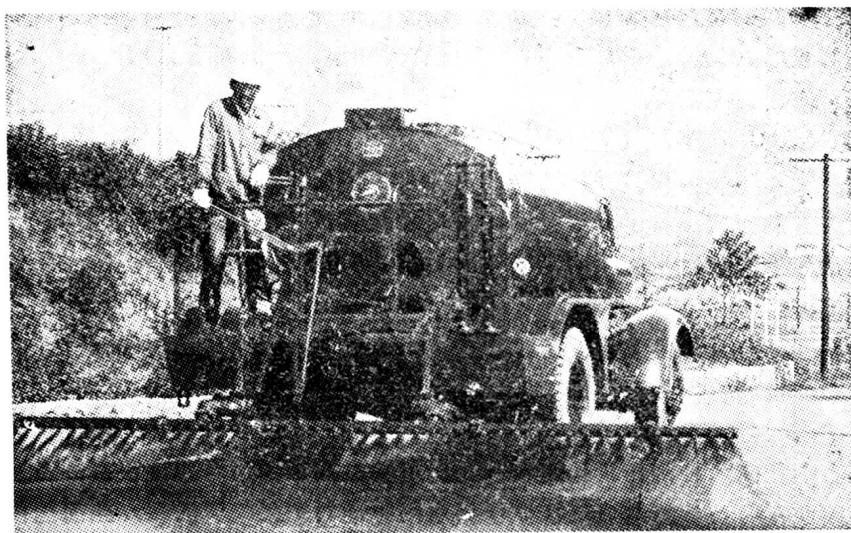

图1-2 LS₁-3500型沥青洒布车在洒布沥青
3. 能以一定的压力（不低于6公斤/平方厘米）和规定的洒布量（调整范围在0.5~7公斤/平方米），均匀地喷洒热态液体沥青，洒布宽度为1~7米（图1-2）；